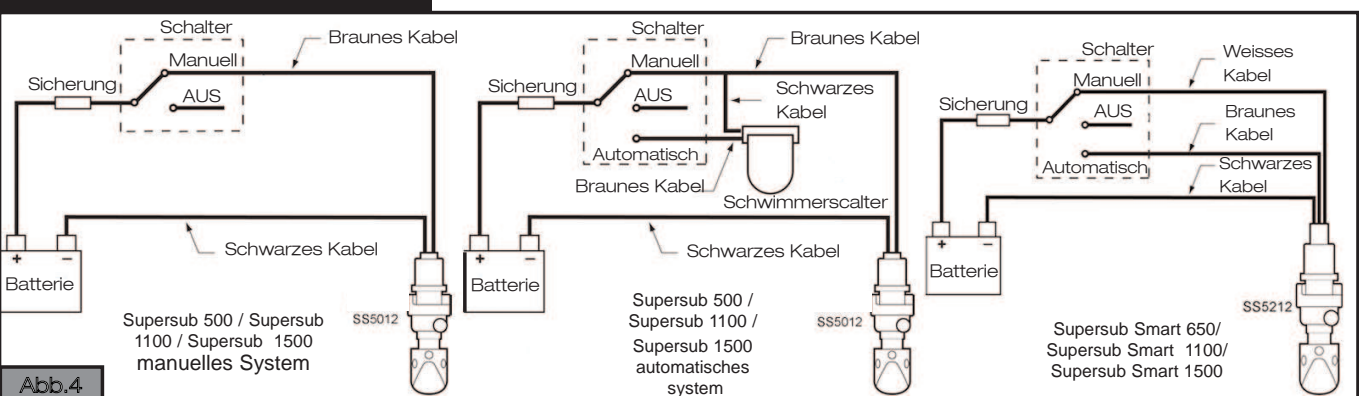
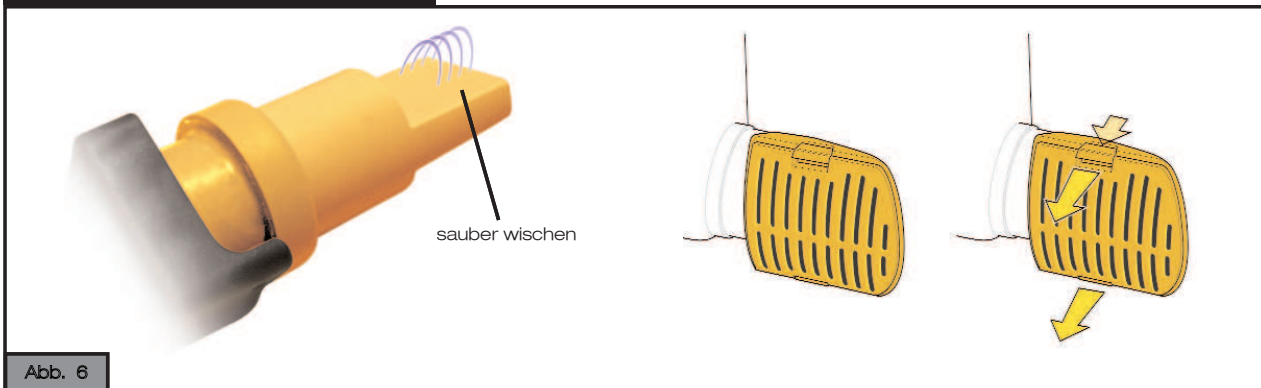

Abb.4
Abb. 6
Schritt 1: bei Alleininstallation müssen diese Pumpen aktiviert werden, indem der Schalter in die EIN-Position gebracht wird. (Abb.4, Supersub 500 manuelles System)
Schritt 1: Bei Gebrauch mit BE9001 oder BE9002 kann die Pumpe auf Automatikstellung oder manuell geschaltet werden (Abb. 4, Supersub 500 automatisches system).
Schritt 1: Bringen Sie den 3-Wege-Schalter auf Smart/Automatic (Abb. 4 Supersub Smart 650/1100/1500) und die Pumpe springt bei Bedarf an. Decken Sie die Sensorfläche mit den Fingern ab, um zu prüfen, ob die Pumpe aktiviert ist. Lassen Sie die Fläche wieder los und warten Sie darauf, daß die Pumpe stoppt (15 Sekunden). Überprüfen Sie die Pumpe regelmässig, um sicherzustellen, daß keine Verstopfungen auftreten (Abb.6)
| Bild 4. | Elschema               |
| Bild 6. | Underhåll              |